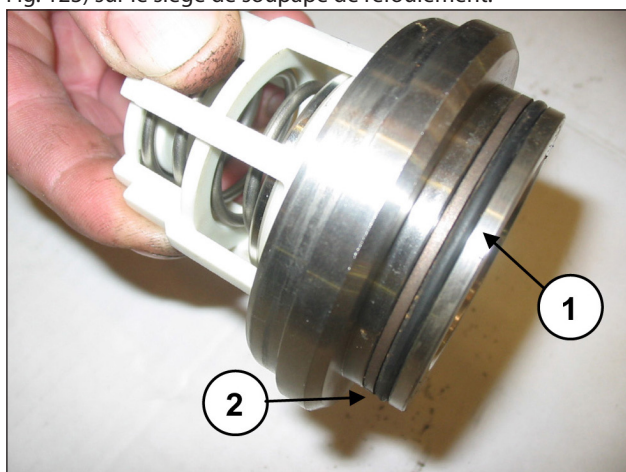

Fig. 123
Monter le joint torique, rep. vue éclatée n° 6 (rep. ①, Fig. 123) et la bague anti-extrusion, rep. vue éclatée n° 14 (rep. ②, Fig. 123) sur le siège de soupape de refoulement.